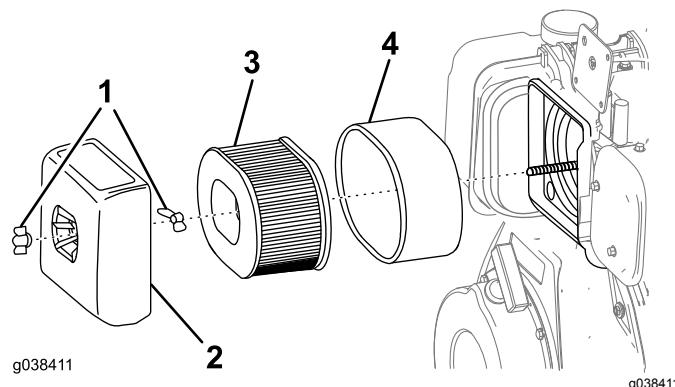

Figura 20
3. Rimuovete il dado ad alette che fissa il coperchio del filtro dell'aria (Figura 20).
6. Rimuovete gli elementi di schiuma e di carta dalla base (Figura 20).
7. Rimuovete l'elemento in schiuma dall'elemento di carta (Figura 20).